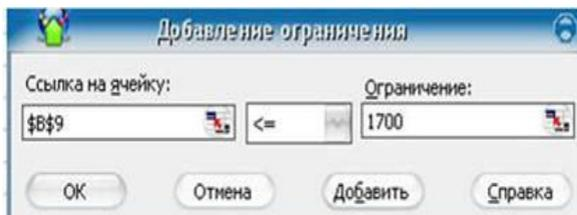

Рисунок 2 – Ввод ограничений
10. В поле ввода "Ограничение:" введите число 1700. (Рисунок 2)